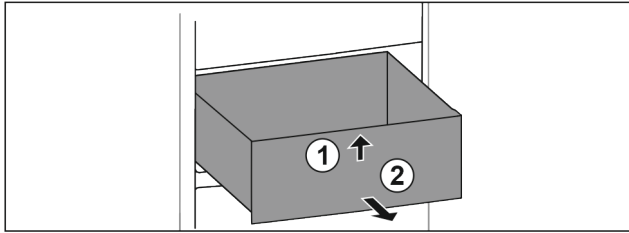

Fig. 84
- Løft skuffen foran. Fig. 84 (1)
- Ta ut skuffen framover. Fig. 84 (2)